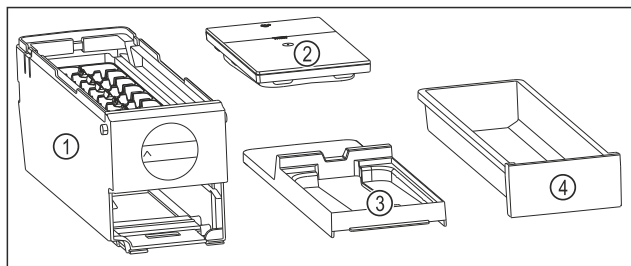

Fig. 98 Composants de l'EasyTwist-Ice
- L'EasyTwist-Ice est démonté en quatre parties. (voir Fig. 98)
- ▶ Ne démonter l'EasyTwist-Ice que de la manière illustrée. (voir Fig. 98)
- ▶ Nettoyer le corps de l'EasyTwist-Ice Fig. 98 (1) dans son ensemble.